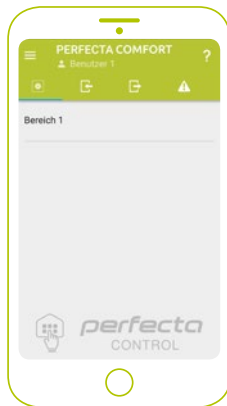

Abb. 31. Mit dem Alarmsystem verbundene Applikation.
13. Die Applikation wird Verbindung zum System herstellen. (Abb. 31.)